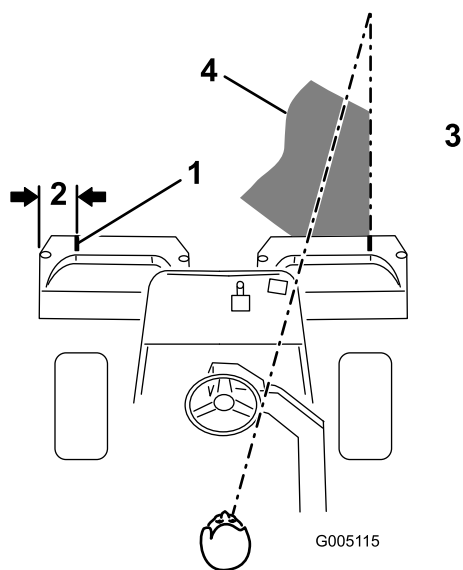

Figura 29
2. Applicare una striscia adesiva bianca, oppure tracciate una linea con della vernice bianca, su ciascun cestello, parallela al bordo esterno del cestello stesso (Figura 29).
3. Durante le passate di ritorno sovrapponetevi uno spazio minimo alla falciatura precedente. Per tosare in linea retta il green e mantenere la macchina alla medesima distanza dal bordo della falciatura precedente, immaginate una linea compresa tra 1,8 e 3 m circa davanti alla macchina e fino al bordo della sezione di green da tosare (Figura 29 e Figura 30). Potrebbe essere utile includere nella linea di collimazione il bordo esterno del volante, vale a dire, tenere allineato il bordo del volante con un punto che si trovi sempre alla stessa distanza dalla parte anteriore della macchina (Figura 29 e Figura 30).